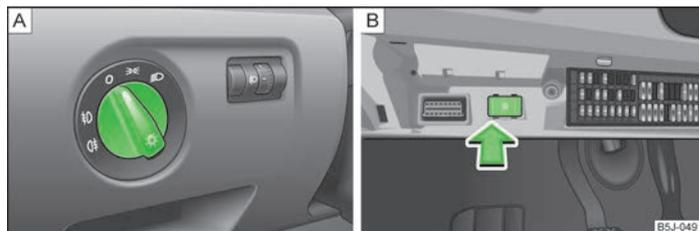

Abb. 22 Schalttafel: Lichtschalter / Sicherungsfach: Schalter für Tagfahrlicht
Bei Fahrzeugen mit **Rechtslenkung** weicht die Anordnung der Schalter zum Teil von der in » Abb. 22 auf Seite 38 gezeigten Anordnung ab. Die Symbole, die die Schalterstellungen markieren, sind jedoch gleich.
- Den Lichtschalter » Abb. 22 - A in Stellung » ∞ « drehen.
- Den Lichtschalter » Abb. 22 - A in Stellung »D« drehen.
- › Den Lichtschalter » Abb. 22 - [A] in Stellung 0 drehen.
- › Den Lichtschalter in Stellung 0 drehen » Abb. 22 auf Seite 38 - [A].
- › Den Schalter für das Tagfahrlicht einschalten » Abb. 22 auf Seite 38 - [B].
- › Den Schalter für das Tagfahrlicht ausschalten » Abb. 22 auf Seite 38 - [B].
- › Den Lichtschalter in die Stellung Standlicht \Rightarrow oder Abblendlicht \Rightarrow umschalten » Abb. 22 auf Seite 38 - [A].